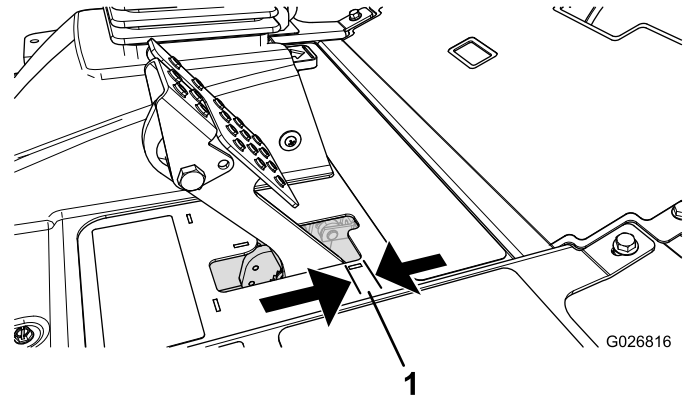

Figura 62
Regolate i freni se il pedale ha un "gioco" superiore a 2,5 cm (Figura 62), o quando è necessaria maggiore forza di tenuta. Per gioco s'intende la distanza che il pedale percorre prima che si avverta la resistenza della frenata.
2. Serrate il dado posteriore per spostare indietro il cavo, finché i pedali del freno non hanno un gioco compreso tra 6 e 13 mm (Figura 62), prima che la ruota si blocchi.